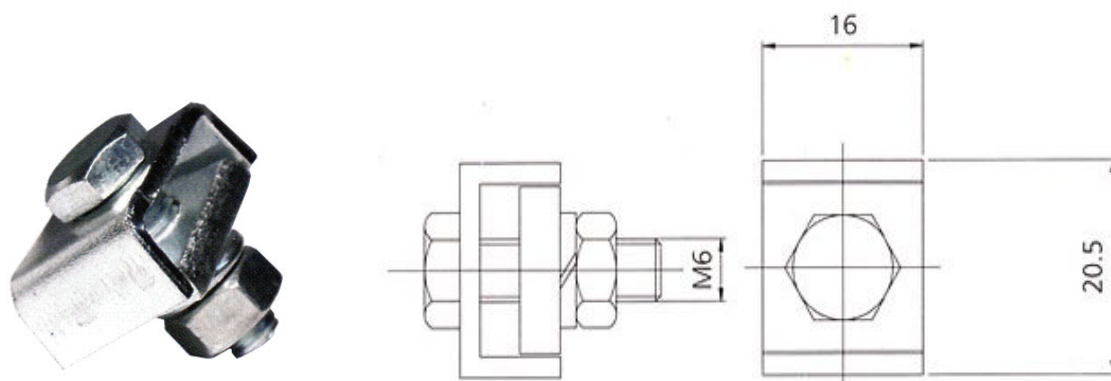

Рисунок 22 – Общий вид стыковочного зажима для коробов с предустановленными медными полосами.
3.21. Характеристика стыковочного зажима для коробов с предустановленными медными полосами (см. рис.22):